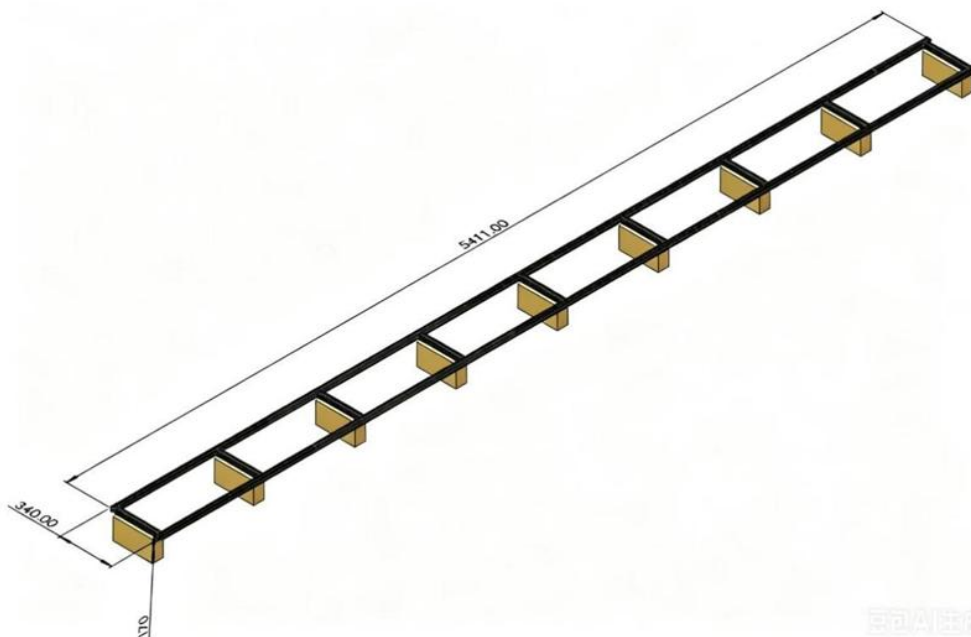

图 7 轨道 (mm)
(5) 机器人需放置在轨道(长 5411mm, 宽 340mm, 高 170mm) 上运行, 轨道如图 7 所示。